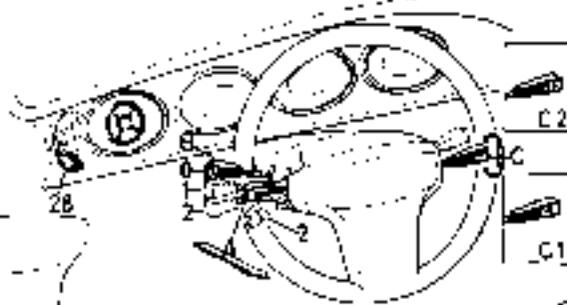

fig. 3
COMANDO LUCI ESTERNE (fig. 3)
SEGNALATORI ACUSTICI (fig. 3/A)
COMMANDE FEUX EXTERIEURS (fig. 3)
AVERTISSEURS ACOUSTIQUES (fig. 3/A)
OUTSIDE LAMPS CONTROL (fig. 3)
HORNS (fig. 3/A)
LEVA COMANDO LUCI DI DIREZIONE (Fig. 3/A)
Può assumere le posizioni indicate in (Fig. 3/B).
LEVIER DE COMMANDE INDICATEURS DE DIRECTION (Fig. 3/A)
Il peut avoir les positions indiquées sur la (Fig. 3/B).
INDICATOR CONTROL (Fig. 3/A)
This car have the positions shown in (Fig. 3/B).
- 20 - Leva comando centralina climatizzazione (vedi fig. 3).
- 20 - Levier commande dispositif de climatisation (voir fig. 3).